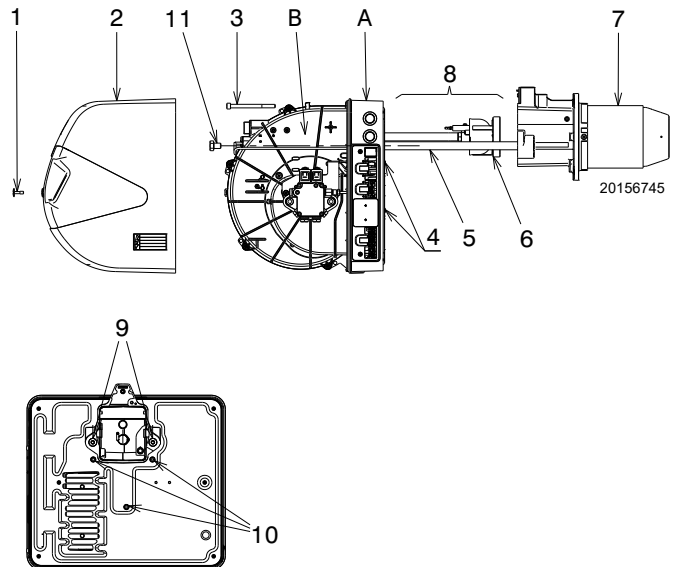

Abb. 29
Um den UV-Fühler 1) herauszunehmen, die Schrauben 2) lockern und die Halterung 3) aushängen, nach dem Entfernen der Schrauben 4) (Abb. 29 auf S. 28).
- Wenn die Schalttafel (A)(Abb. 29) gewartet werden muss, ist es möglich nur die Lüftereinheit (B)(Abb. 29) zu entfernen, um einen besseren Zugriff auf die elektrischen Bauteile zu ermöglichen.
- Ziehen Sie bei offenem Brenner wie in Abb. 29 gezeigt die Elektrodenkabel ab und entfernen Sie den Kopfblock 8)(Abb. 29) durch Lösen der beiden Schrauben 9)(Abb. 29).
- Trennen Sie die Verkabelung des Gebläsemotors, entfernen Sie die 3 Schrauben 10)(Abb. 29) am Schutzblech und die beiden Schrauben 11)(Abb. 29) und ziehen Sie die Lüftereinheit B)(Abb. 29) aus den Führungen 4) - 5)(Abb. 29).
- Nun können Sie 2 der 3 Schrauben 10)(Abb. 29) verwenden, um die Schalttafel an den in Abbildung Abb. 28 angegebenen Punkten an der Muffe zu befestigen. Anschließend können Sie die Wartungsarbeiten durchführen.
- Den Teil A in leicht angehobener Stellung zurücksetzen, um die Scheibe 6) am Flammrohr 7) nicht zu beschädigen (Abb. 29).